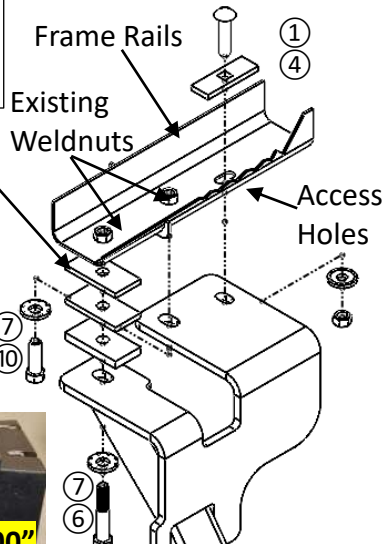

Figura 3
③	Cant. (2)	Arandela cónica 7/16"
④	Cant. (2)	Espaciador .250" x 1.00" x 3.00"
⑤	Cant. (2)	Cable de insertar 7/16"
⑥	Cant. (1)	Perno M12x1.75x70mm CL 8.8
⑦	Cant. (1)	Arandela cónica 1/2"
⑧	Cant. (2)	Espaciador .250" x 1.50" x 3.00"
⑨	Cant. (1)	Espaciador .375" x 1.50" x 3.00"
⑩	Cant. (3)	Perno M12x1.75x40 CL 8.8
- Bajar el silenciador del escape:** Usar agua jabonosa para lubricar los colgantes de goma del escape. Con alicates para quitar el escape, quitar los (2) colgantes de goma. Nota: Asegurarse de apoyar el escape antes de quitar los colgantes de goma.
- Quitar el panel de apariencia inferior:** Con el cubo de 7 mm y el destornillador de cabeza plana, quitar (8) tornillos y (1) remache del panel de apariencia inferior en el lado del pasajero del vehículo. Devolver (2) tornillos al propietario del vehículo.
- Quitar los pernos:** Con un cubo de 19 mm, quitar los (2) pernos M12 de la superficie inferior del chasis en ambos lados del vehículo, ver la **Figura 3**.